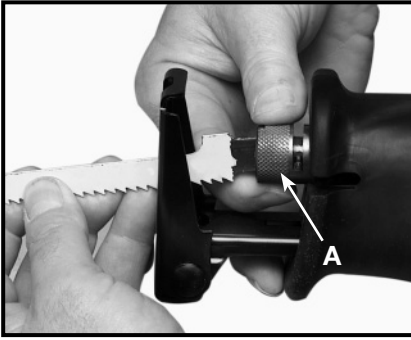

Fig. 3
3. Pour ouvrir le serre-lame: faites tourner et tenez le collier de dégagement de lame (A) Fig. 3, en sens anti-horaire (comme vu depuis le devant de la scie).